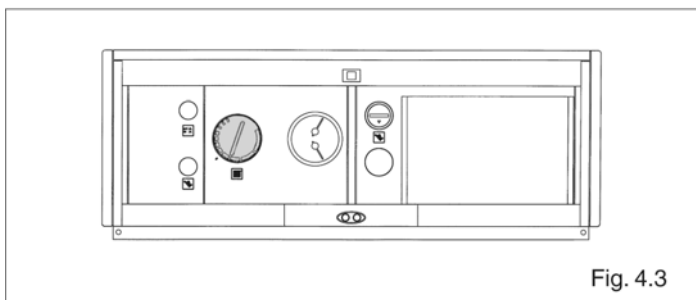

Fig. 4.3
- установите термостат котла на нужную температуру (в данной операции нет необходимости, если установлено устройство терморегулирования) (рис. 4.3)